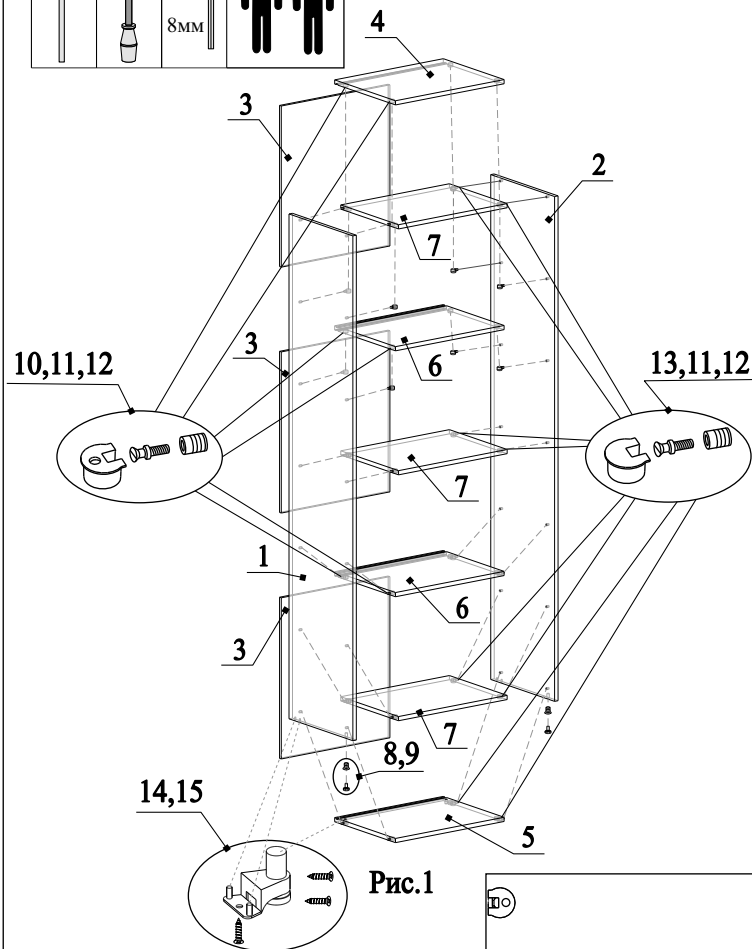

Рис.2
5. В отверстия на деталях 4 и 6 забить полкодержатели с эксцентриком 10 (рис.2);
6. В отверстия на деталях 5 и 7 забить полкодержатель 13 (рис.2);